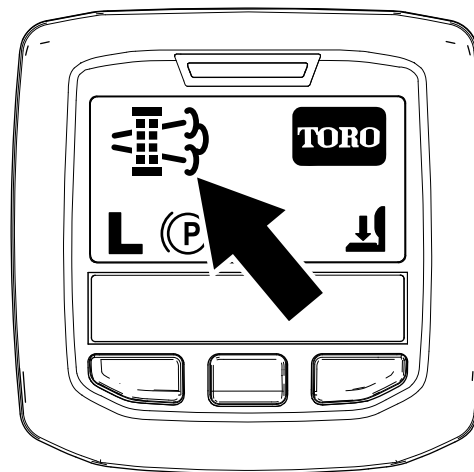

Рисунок 39
- Когда компьютер двигателя запрашивает стационарную или восстановительную регенерацию, на дисплее инфо-центра появляется значок запроса на регенерацию (Рисунок 39).